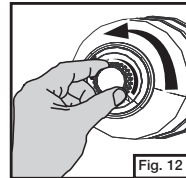

Fig. 12
- Abra la válvula del regulador y presione el botón de encendido repetidas veces hasta que el quemador encienda. (Fig. 12 y 13)
- Turn regulator valve to "HIGH" and push igniter button repeatedly until burner lights. (Fig. 12 and 13)